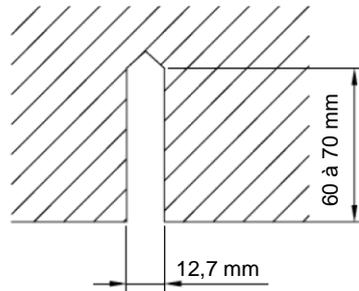

Fig. 6
2. Installez les boulons dans le plafond capable de supporter le poids de l'unité. Pointez la position des boulons selon le gabarit d'installation. À l'aide d'une perceuse à percussion, réalisez les trous d'un diamètre de 12,7 mm (1/2"). (Fig. 6)